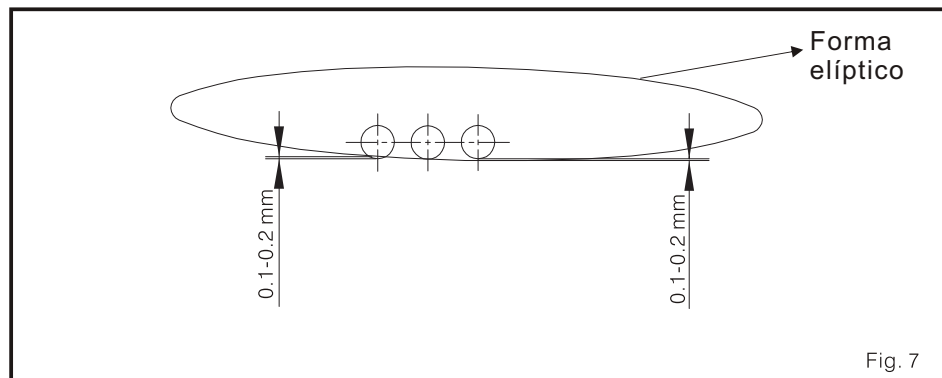

Fig. 7
3. Quando o looper mover ponto morto à esquerda, se move atrás à esquerda à direita, Quando o looper move atrás ser cruzado pela agulha (agulha esquerda), o melhor ponto para isto o cruza deveria estar a 1/3 do grossura da parte posterior do looper. Também, a rota de movido do looper deveria ser elíptica. (Fig. 7)